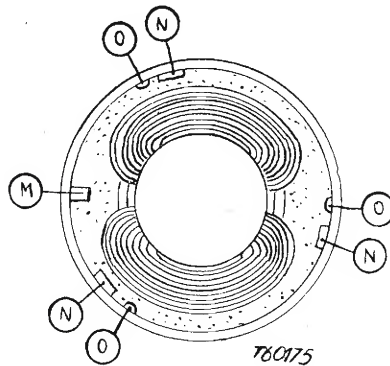

Fig. 7.14. - Unità di deflessione dei televisori Philips.
4) piegare all'indietro la linguetta *M* (v. fig. 7.14);